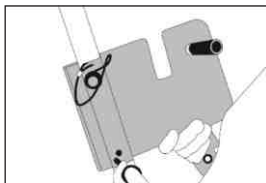

Fig. 1
- 2) Feste den med de 2 indeksstiftene med kuler (for midlertidig installasjon) eller med skruene som leveres med settet (for permanent installasjon) som skal skyves/skrus inn i justeringshullene på beinet (Fig. 1). Platen befinner seg på utsiden av trefoten og den sorte skruen skal være på platens nedre del.